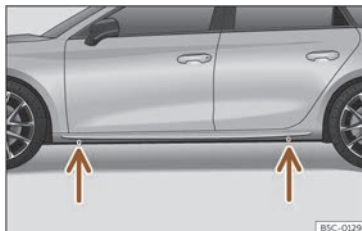

Fig. 43 Puntos de apoio do gato.
- Busque no traveseiro a marca do punto de apoio do gato (área afundida) máis próximo á roda que se vai cambiar»» fig. 43.